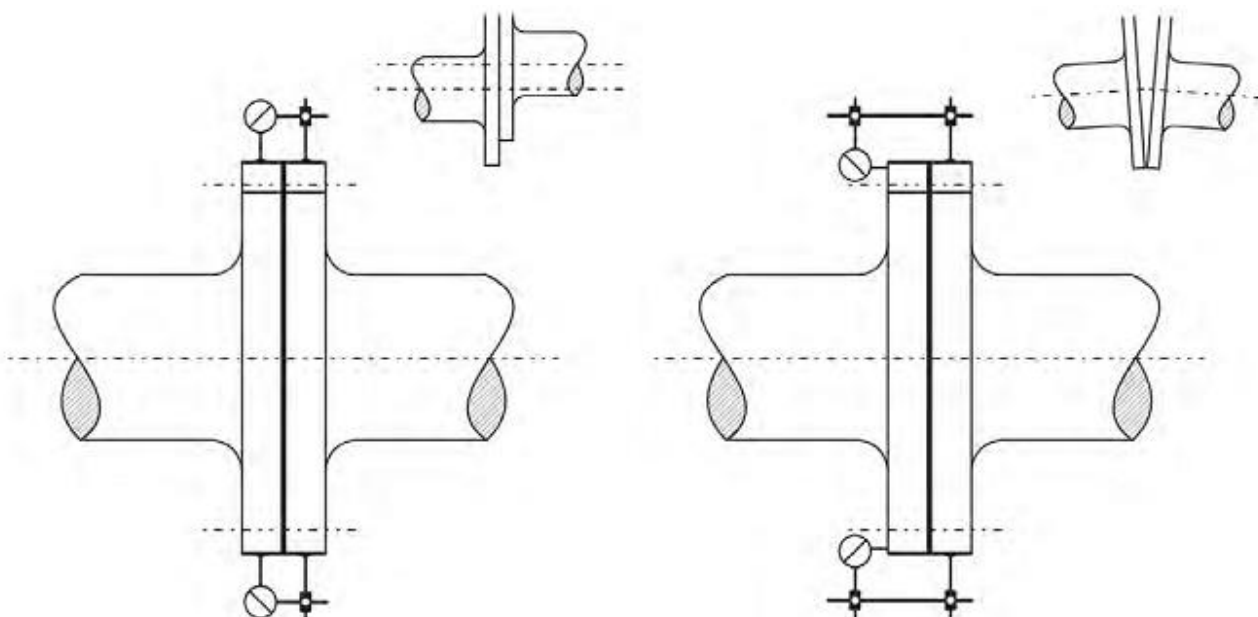

РИСУНОК 9. ЦЕНТРОВКА С ПОМОЩЬЮ ЦИФЕРБЛАТНЫХ ИНДИКАТОРОВ – 1: РАДИАЛЬНАЯ ЦЕНТРОВКА, 2: УГЛОВАЯ ЦЕНТРОВКА
4. Если используются циферблатные индикаторы, их шкалы необходимо настроить таким образом, чтобы около половины шкалы было доступно в обоих направлениях. Проверьте прочность держателя циферблатного индикатора, чтобы предотвратить его возможный изгиб, см. рисунок 9 на странице 42.